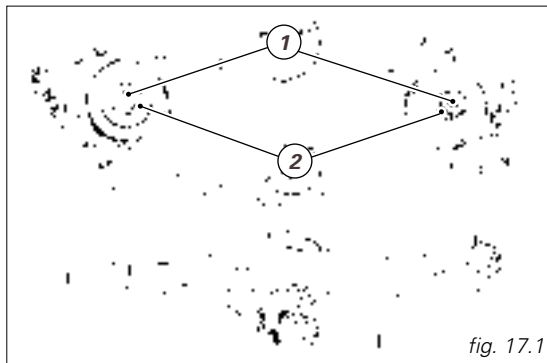

fig. 17.1
- 1) (fig. 17.1) pour modifier l'action hydraulique de freinage en extension ;
- 2) (fig. 17.1) pour modifier la précontrainte des ressorts internes ;